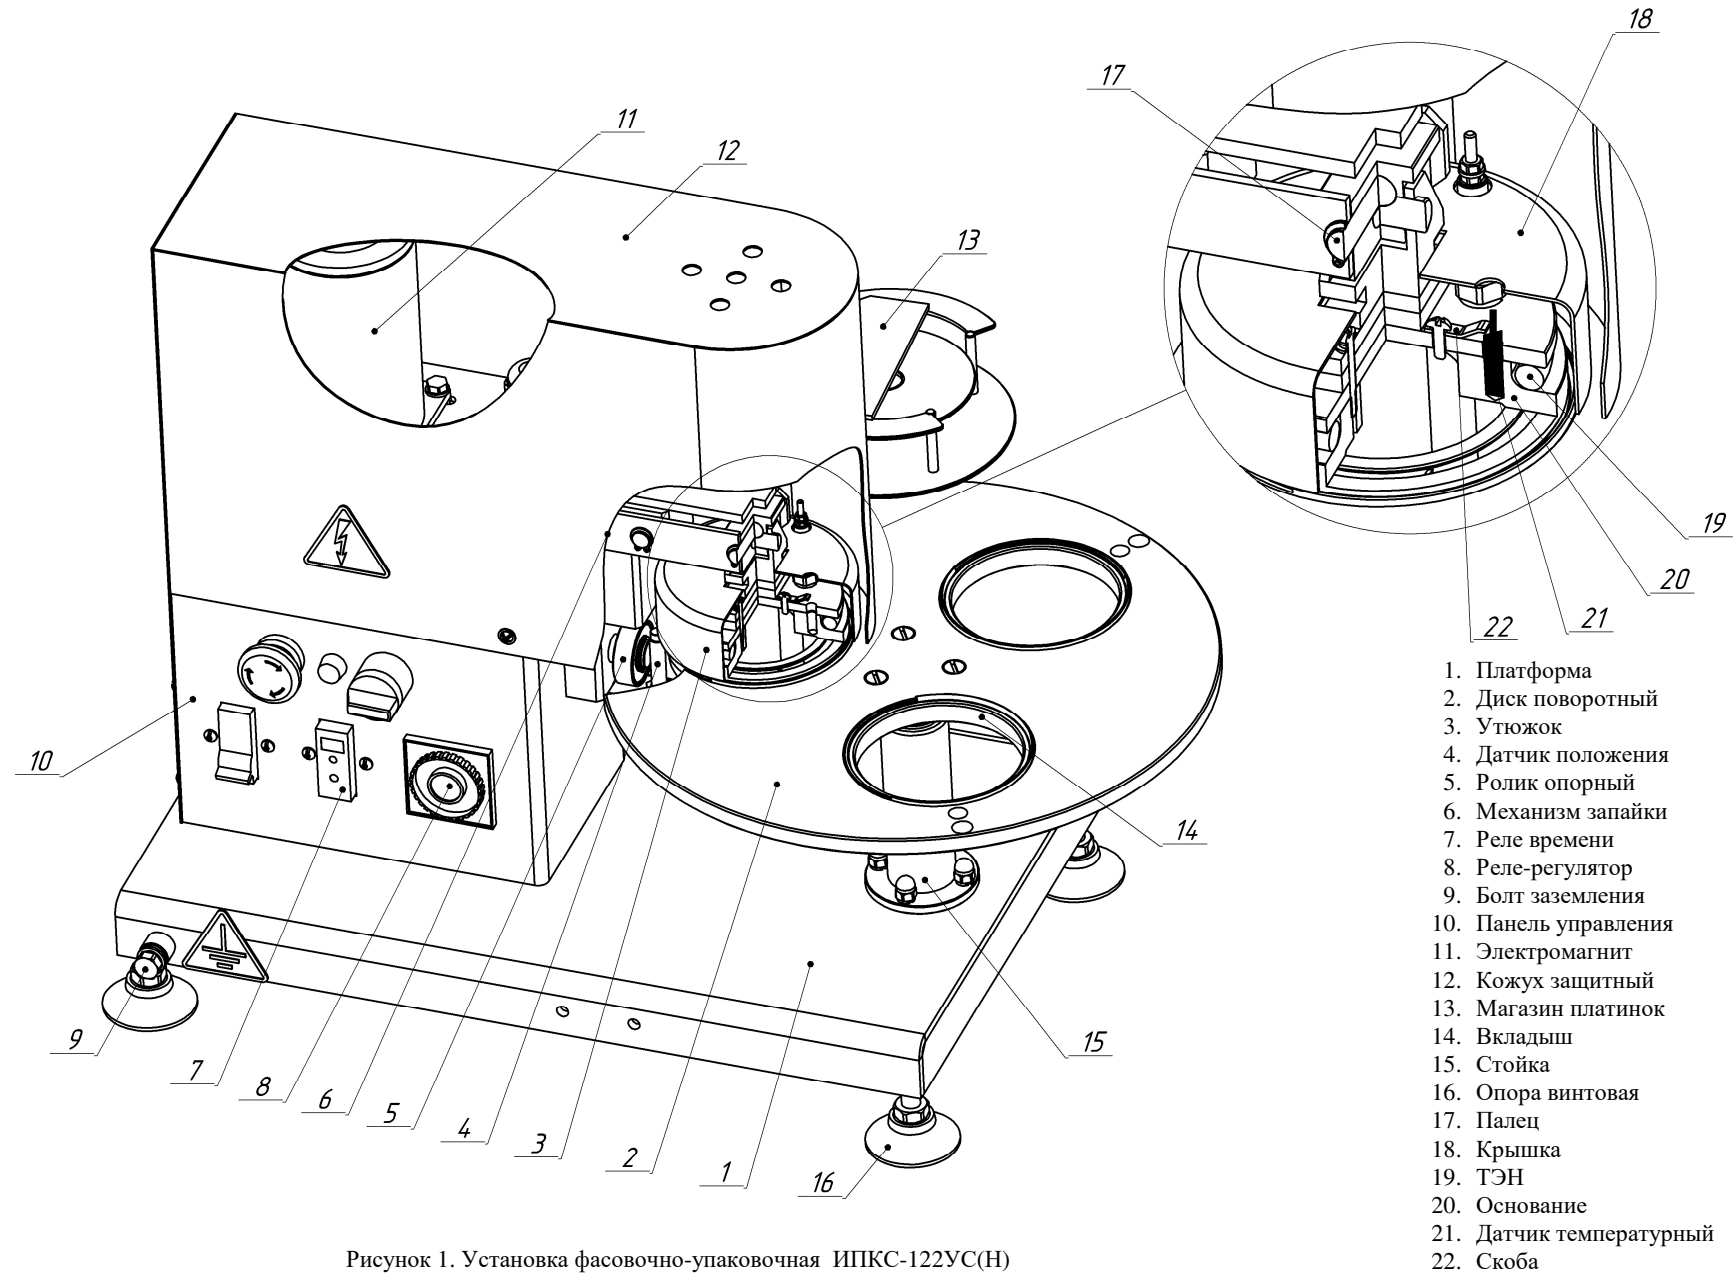

Рисунок 1. Установка фасовочно-упаковочная ИПКС-122УС(Н)
Установка фасовочно-упаковочная ИПКС-122УС(Н) (рисунок 1) представляет собой настольную конструкцию, основными узлами которой являются: платформа 1, диск поворотный 2, механизм запайки 6 и панель управления 10.
Принцип действия установки на примере подачи стаканов справа налево приведен на рисунке 2. Заполненный продуктом стакан устанавливается правой рукой оператора в свободное правое отверстие диска поворотного – позиция установки. Далее, правой рукой оператора снимается одна платинка из магазина платинок и укладывается сверху на стакан, левой рукой оператор начинает вращать диск поворотный против часовой стрелки на 120° до его самофиксации – стакан перемещается на позицию запайки. После этого датчик 4 (рисунок 1) определяет новое рабочее положение диска поворотного и механизм запайки опускает утюжок на время, установленное оператором с панели управления, и припаивает платинку к фланцу стакана. После запайки утюжок возвращается на исходное положение и «ожидает» следующий стакан. Тем временем оператор устанавливает следующий стакан с продуктом на позицию установки, укладывает платинку и поворачивает его еще на 120°. Первый запаянный стакан, находившийся на позиции запайки, перемещается на позицию снятия, а второй стакан – с позиции установки на
Установка в условиях поставки настроена на работу со стаканами с диаметром горловины 95 мм. Для настройки работы со стаканами с диаметром 75 мм необходимо заменить магазин платинок 13 и вкладыши 14 на диске поворотном 2 из комплекта поставки (рисунок 1).
7.1.1 В зависимости от диаметра горловины укупориваемых стаканов установить на диск поворотный 2 (рисунок 1) три вкладыша 14 соответствующего размера (75 или 95 мм).
7.4 Проверить и при необходимости установить температуру заварки на утюжке 3 (рисунок 1) с помощью ручки задания уставки реле регулятора 8. Нагрев утюжка сопровождается красным свечением индикатора на реле-регуляторе. На реле времени 7 задать два временных интервала в секундах (сотни миллисекундах): первый – это время включенного состояния электромагнита (время запайки стакана); второй – это время задержки включения электромагнита 11 (задержка перед запайкой в момент при подведении стакана на позицию запайки). Пример настройки реле времени 7 приведен на